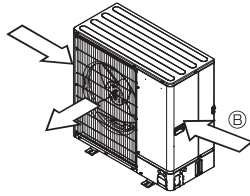

Fig. 2-6
- ③ Sijoita yksikkö siten, että ulos tuleva ilma virtaa kohtisuoraan vuodanjalle tyypillisen tuulensuunnan suhteen, mikäli vain mahdollista. (Fig. 2-6)
- ④ Ilmanohjain ulostulossa
- ⑤ Tuulen suunta